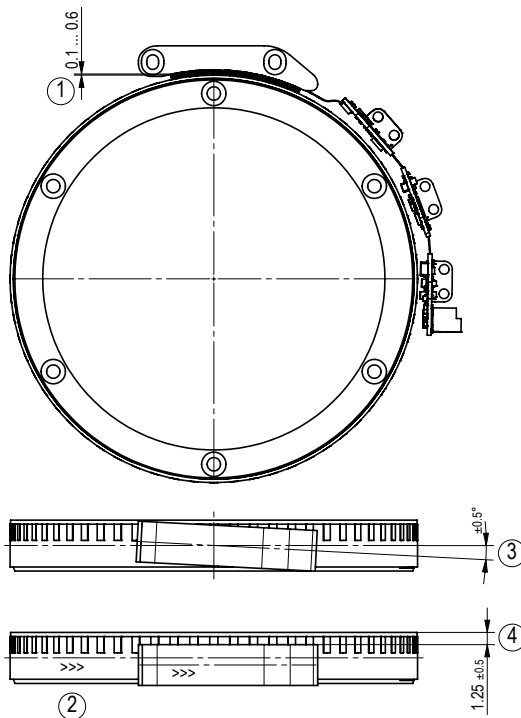

Abb. 4: Montagebedingungen MSAC200 mit MRAC200
► Auf richtige Ausrichtung des Magnetencoders achten, damit die optimale Abtastung gewährleistet ist (siehe Abb. 4).